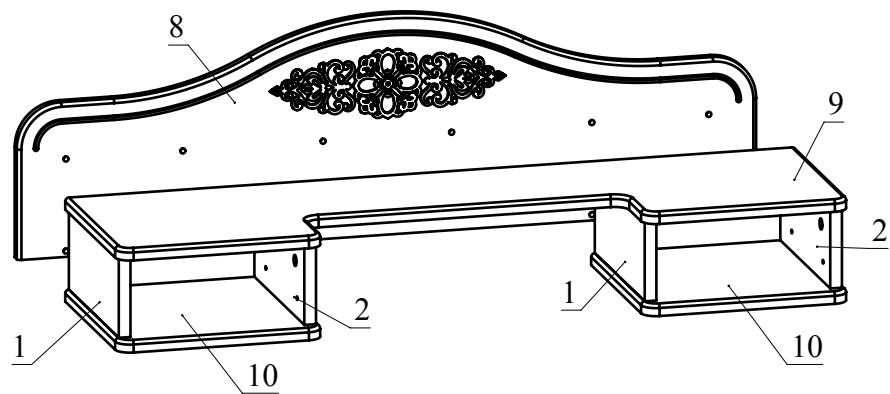

Рис.5
5. Соединить при помощи конфирматов детали 1, 2, 9, 10 с деталью 8 (Рис. 5).